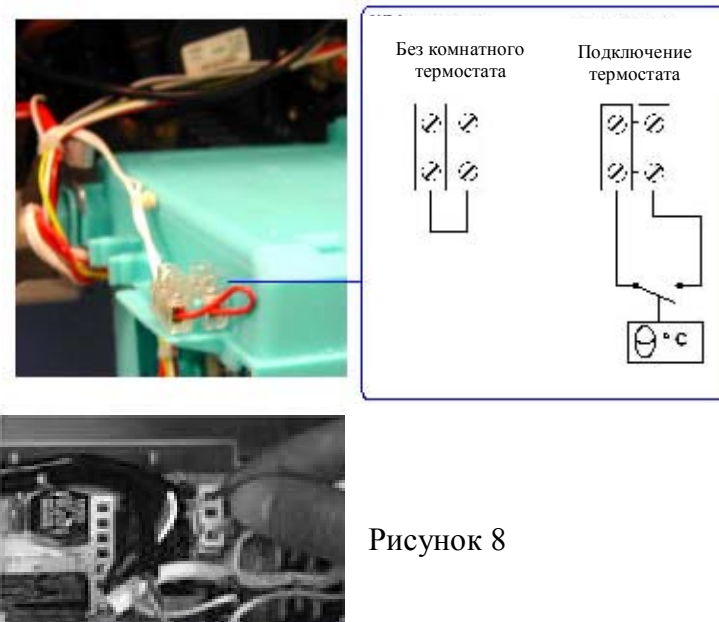

Рисунок 8
7.4 При подключении к котлу комнатного термостата необходимо снять перемычку между клеммами (рис.8). На рисунке приведена схема низковольтного соединения.